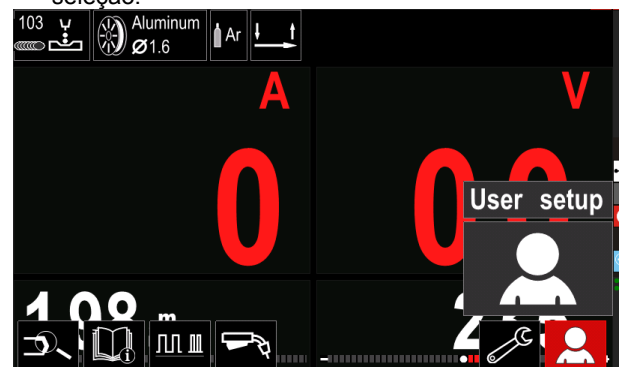

Figura 13.
- Acesse à Configuração do utilizador (ver Figura 13).